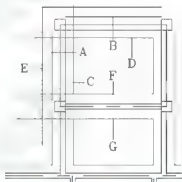
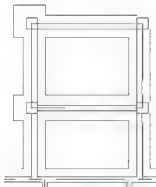

图 5.9 拉长 C、E、F、G 大放脚
图 5.10 修整大放脚
(6) 用相同的方法向上拉长 C 大放脚，向下拉长 E 大放脚，向左拉长 F 和 G 大放脚，结果如图 5.9 所示。
(7) 用【修剪】命令将图 5.9 修整至图 5.10 所示的状态。